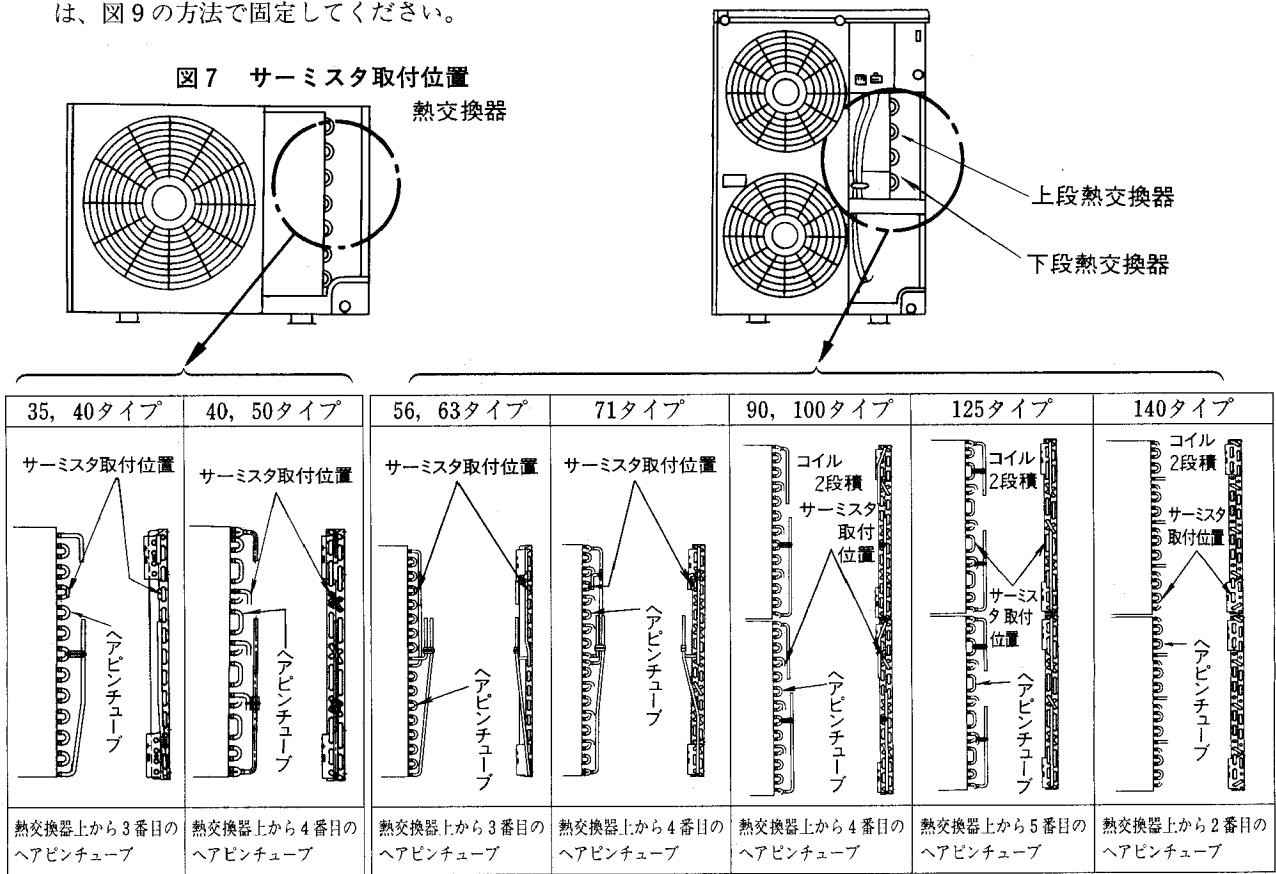

図8 サーミスタホルダの固定方式
サーミスタ③を図7の位置に図8(又は図9)の方法で確実に固定してください。